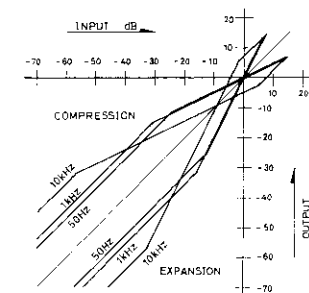

Fig. 2
Fig. 2 shows the characteristics of the HIGH COM compander. The 0dB point on the graph indicates the reference level of HIGH COM, when the tape recording level is at 200 nW/m.
La suppression de bruit HIGH COM est efficace sur toute la gamme des fréquences audibles. La Fig. 2 présente les caractéristiques du compandeur HIGH COM. Le point 0dB du graphe indique le niveau de référence du HIGH COM, pour un niveau d'enregistrement sur bande de 200 nW/m.
- Gradually reduce the input level from 0 dB (600 mV) level at LINE OUT. Confirm that output at DECK OUT is 1/2 the input when the input is above a certain level; and below that level, that output is equal to input. See the graph (for compression) in Fig. 2.
- Set the mode selector to PLAY position. Send 400 Hz (sine wave) signal from audio generator to DECK IN terminal. Adjust output of audio generator until the output at LINE OUT is 600 mV. In this state, gradually reduce the input level. Confirm that the output at LINE OUT is two times the input when input is above a certain level; and below that level, that output is equal to input. See the graph (for expansion) in Fig. 2.
- Réduire progressivement le niveau d'entrée à partir du niveau 0 dB (600 mV) sur LINE OUT. Vérifier que le niveau de sortie sur DECK OUT soit de 1/2 le niveau d'entrée lorsque l'entrée se situe au dessus d'un certain niveau, et qu'en dessous de ce niveau la sortie est égale à ce niveau. Voir le graphe (compression) de la Fig. 2.
- Amener le sélecteur de mode sur la position PLAY. Appliquer un signal de 400 Hz (onde sinusoïdale) à partir du générateur audio sur la borne DECK IN. Ajuster la sortie du générateur audio de façon à obtenir une sortie de 600 mV sur LINE OUT. A partir de cet état, réduire progressivement le niveau d'entrée. Vérifier que le niveau de sortie sur LINE OUT est égal à deux fois le niveau d'entrée lorsque l'entrée s'établit au-dessus d'un certain niveau, et qu'en-dessous de ce niveau la sortie est égale au niveau d'entrée. Voir le graphe (expansion) de la Fig. 2.